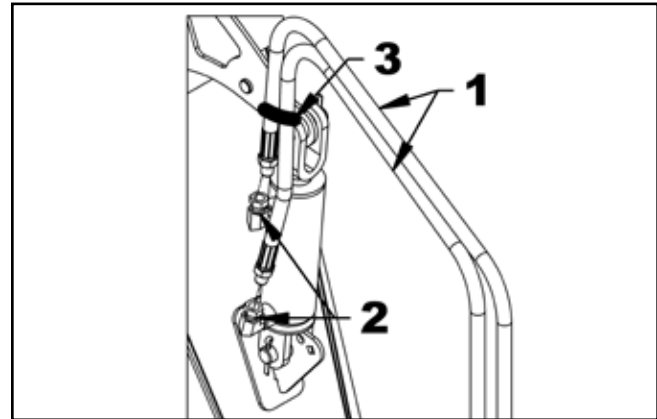

Figure 33. Raccorder les tuyaux
5. Figure 33 : Raccordez les deux tuyaux (1) aux coudes à 90° 3/8 po NPT mâle x 1/4 po NPT femelle orientable (2) du vérin. Fixez les tuyaux (1) à l'aide d'une attache en nylon (3) comme indiqué sur la figure.